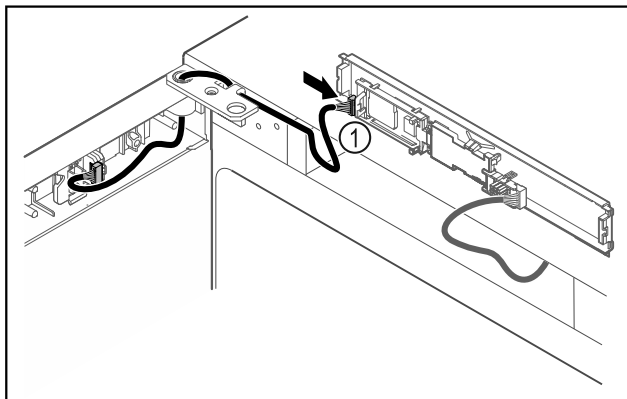

Fig. 44
- ▶ Sätt i kontakten Fig. 44 (1) på kretskortet.